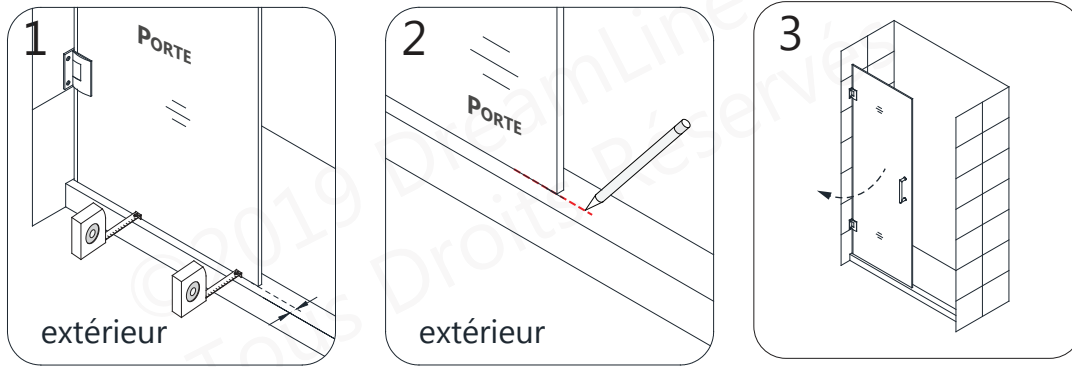

Fig 1
1. Alignez la Porte perpendiculaire au mur et parallèle à l'extérieur du seuil. Tracez une ligne de référence sur le seuil. Ouvrez la porte pour faire de l'espace pour installer le panneau. **(Fig 1)**